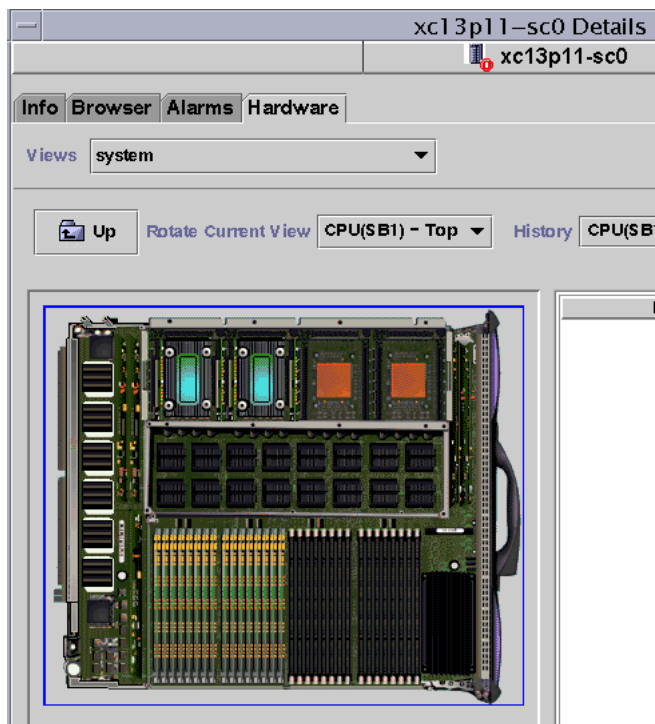

图 5-3 平台的物理视图中 CPU 板的顶端
5. 单击 Sun Fire 15K/12K 平台顶端插槽中的某一块 CPU 板，以显示 CPU 板顶端的物理视图（图 5-3）。